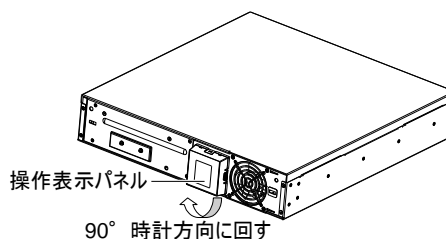

図 1-3 操作表示パネルの回転方法
2) 操作表示パネルを慎重に引き出し、時計回りに 90° 回転させ、本体に戻します(図 1-3)。